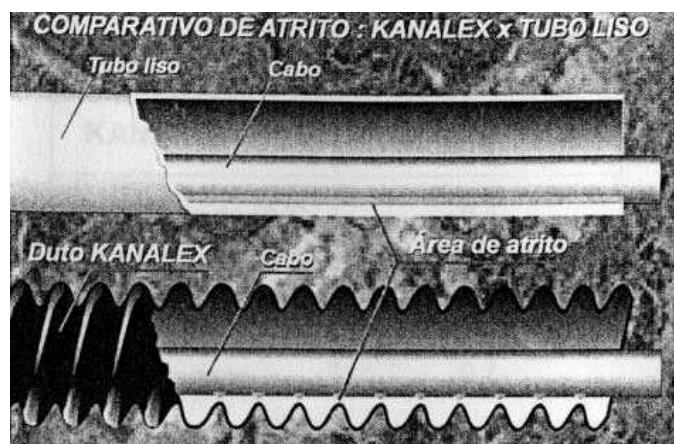

Figura 1
- d) Em razão do baixíssimo coeficiente de atrito entre duto e cabo, pode-se ampliar as distâncias entre as caixas de passagem ou de inspeção, reduzindo de forma acentuada, os custos de mão de obra e tempo de execução (Figura 1, Tabela 1).